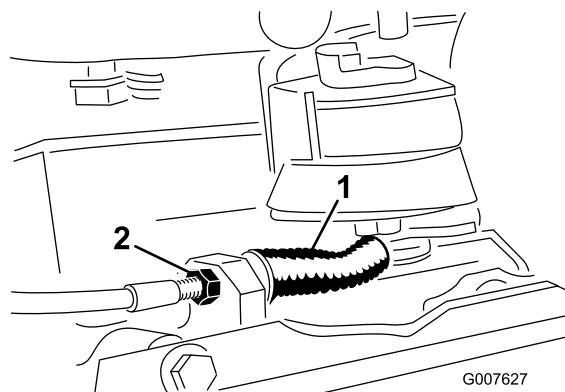

Bild 34
- Lösen Sie die vordere Kabelklemmmutter und ziehen Sie die hintere Klemmmutter an, um die Kabelspannung zu verringern (Bild 34). Wiederholen Sie die Schritte 1 und 2, wenn weitere Einstellungen erforderlich sind.
- Ziehen Sie die vordere Kabelklemmmutter an und lösen Sie die hintere Klemmmutter, um die Kabelspannung zu erhöhen (Bild 34). Wiederholen Sie die Schritte 1 und 2, wenn weitere Einstellungen erforderlich sind.